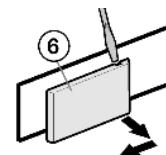

Fig. 6
- С помощью отвертки отсоедините и снимите крышку со стороны ручки Fig. 6 (6) наружу.